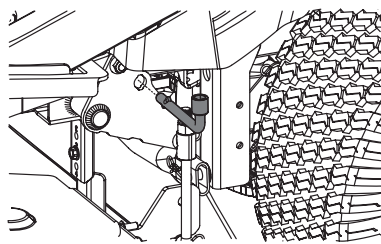

Figura 47
- 5. Utilice el pedal de elevación de la plataforma y la perilla de elevación de la plataforma para colocar la plataforma en su posición más baja y utilice la herramienta para usos múltiples para trabar los componentes de elevación de la plataforma en su lugar. Junto a la rueda trasera del lado izquierdo del tractor hay un par de orificios de alineación (uno sobre el bastidor y uno sobre el brazo de elevación de la plataforma) como se muestra en la Figura 47. Verifique que la herramienta esté correctamente insertada en su totalidad, trabando el brazo de elevación de la plataforma en el bastidor.